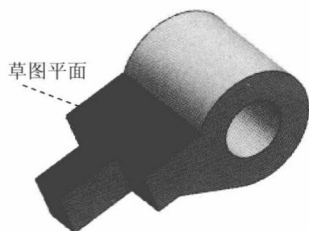
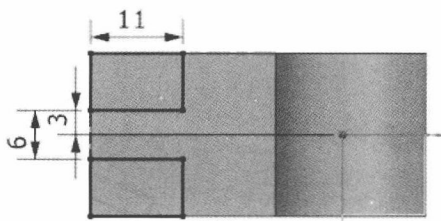

图 2.4 拉伸特征 2
图 2.5 截面草图
Step3. 创建图 2.4 所示的拉伸特征 2。选择下拉菜单 **插入(I)** → **设计特征(F)** → **拉伸(E)...** 命令 (或单击 按钮); 单击“拉伸”对话框中的“绘制截面”按钮 , 系
系统弹出“创建草图”对话框，选取图 2.4 所示的面为草图平面，选中 **设置** 区域的 ☒ **创建中间基准 CSYS** 复选框，单击 **确定** 按钮，绘制图 2.5 所示的截面草图，退出草图环境；在“拉伸”对话框 **极限** 区域的 **开始** 下拉列表中选择 **值** 选项，并在其下的 **距离** 文本框中输入值 0；在 **限制** 区域的 **结束** 下拉列表中选择 **贯通** 选项，在 **布尔** 区域的 **布尔** 下拉列表中选择 **求差** 选项，其他参数采用系统默认设置；单击 **< 确定 >** 按钮，完成拉伸特征 2 的创作。